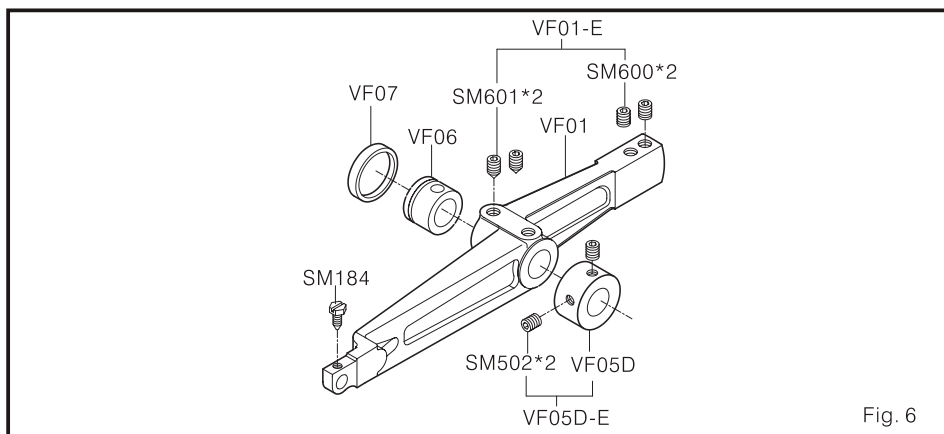
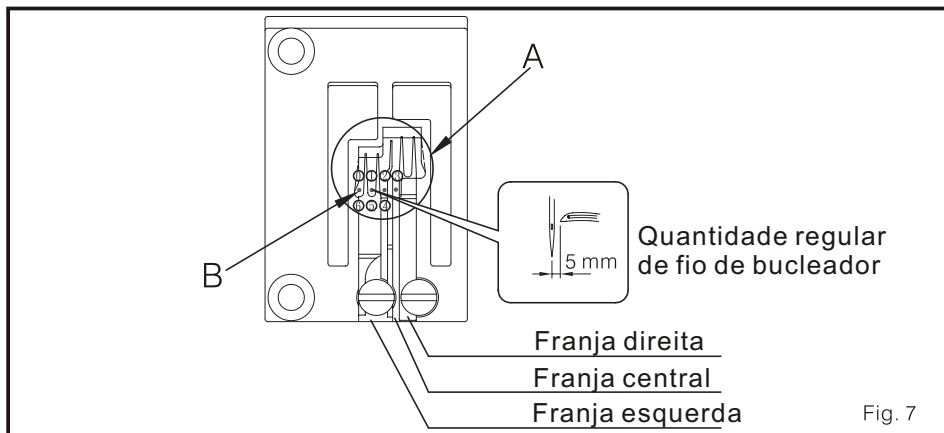

Fig. 6
Fig. 7
### 3. ajuste de posição frontal/posterior:(Fig. 6, Fig. 7)
1. o ponto B da gama A no Fig. 7 indicam a posição dos pontos. Cada número significa a posição do ponto de um ciclo da talha. (Para dobro agulhas, a posição do ponto da agulha esquerda deve ser levada como relacionando)
1. move a agulha à primeira franja na lâmina agulha para ajustar (Fig. 7)